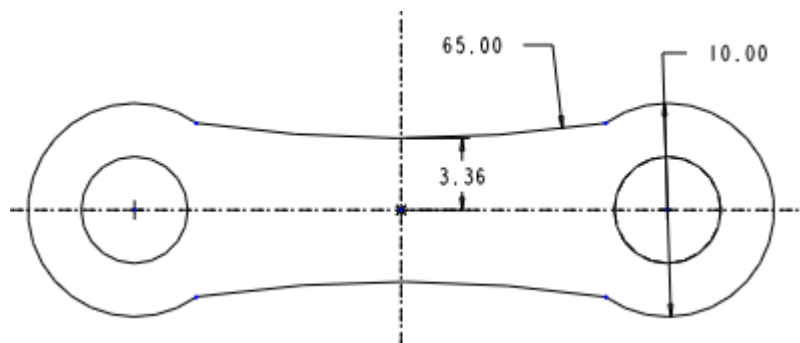

图 55-8
- (3) 单击【草绘】按钮，进入草绘工作环境，绘制如图 55-8 所示的拉伸截面。